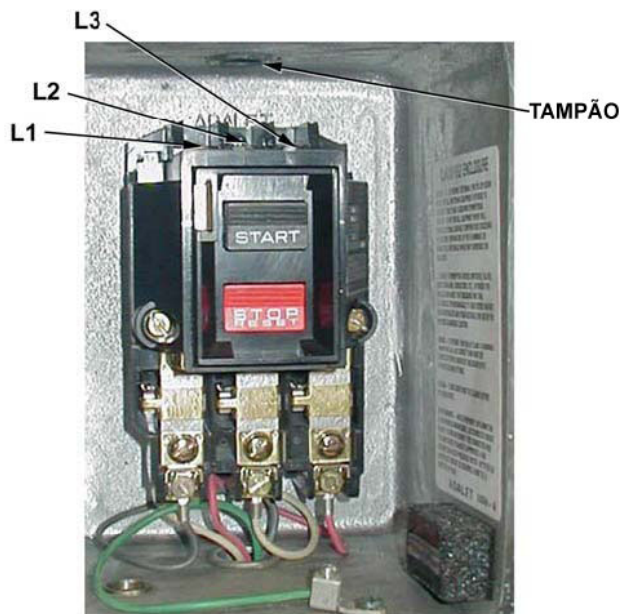

Figura 3-6 Conexões elétricas
3. Conecte os condutores de alimentação trifásica aos terminais na parte superior do bloco do motor de início conforme ilustrado na figura 3-6.